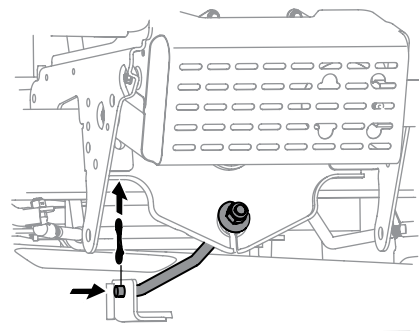

Figura 4-13
8. Extraiga el pasador de chaveta con unión curva que sujeta la varilla estabilizadora a la plataforma. Deslice la varilla de elevación de la plataforma lejos de la soldadura de montaje de la plataforma como se ve en la Figura 4-13.